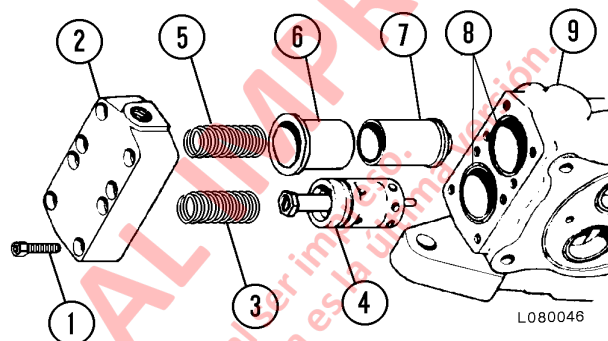

FIGURA 10-13. SECCIÓN DE ENTRADA
- c. Desconecte el tubo de la cubierta de entrada (2, Figura 10-13). Desconecte la(s) manguera(s) del puerto superior.
- d. Retire los pernos (1) y la cubierta (2). Retire el resorte (3) y la válvula de alivio (4).
- e. Instale la nueva válvula de alivio (4), el resorte (3), la cubierta (2) y nuevas juntas tóricas (8). Instale y apriete los pernos (1). Conecte el tubo al acople en la cubierta (2). Instale la(s) manguera(s) en el puerto superior.